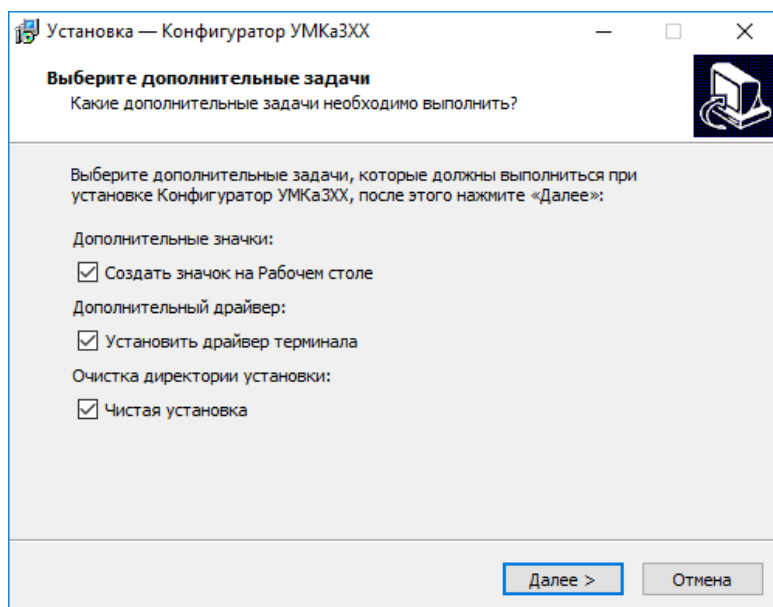

Рисунок 3.5 Выбор опций установки
При первой установке выберите опцию «Установить драйвер терминала» (Рисунок 3.5 ) и нажмите «Далее».
**В случае если конфигуратор не обнаружил терминал проверьте наличие установленных драйверов. В случае их отсутствия рекомендуется произвести переустановку конфигуратора установив галочку «установить драйвера» (Рисунок 3.5).**